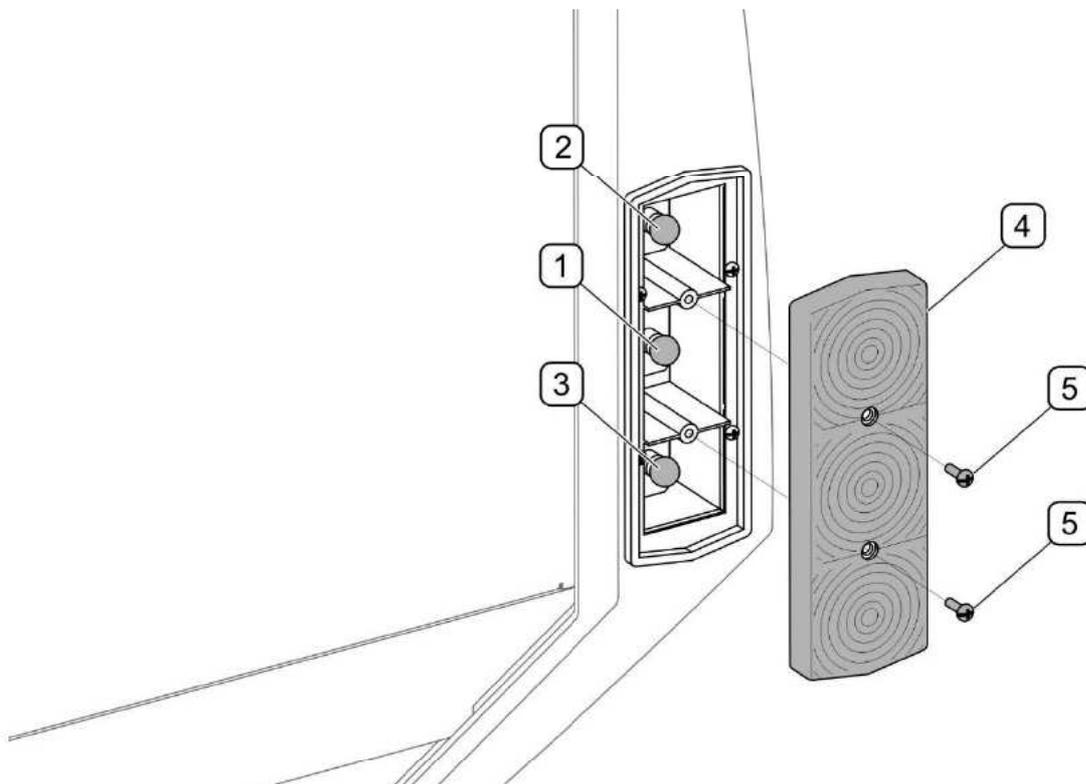

ABB. 5.29 Auswechseln von Glühbirnen
Den Stecker in die 7-polige Steckdose am Schlepper stecken und die Funktion der Beleuchtung prüfen. Falls eine Glühbirne durchgebrannt ist, müssen die Befestigungsschrauben (5) des Lampenschirms (4) herausgeschraubt und die Glühbirne gegen eine passende ausgewechselt werden (ABB. 5.29).